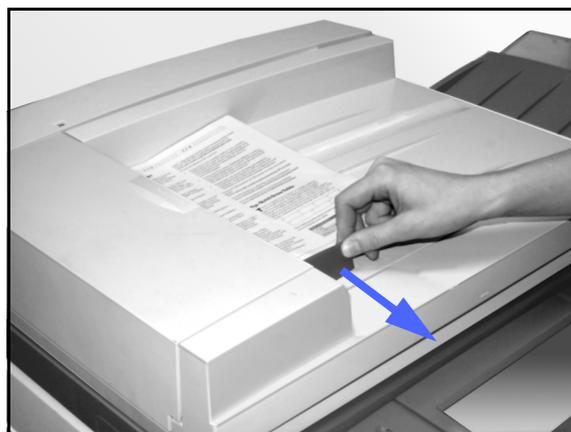

Figure 8 : Décalage du guide document
- 4 Écartez le guide de la pile (voir la figure 8). Retirez les documents du bac récepteur du chargeur.